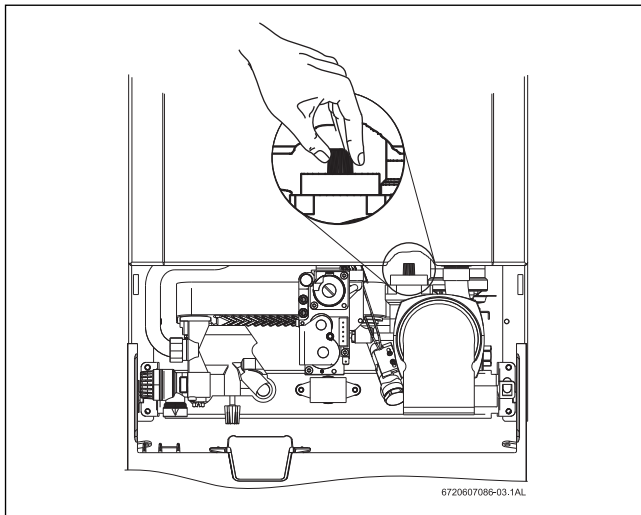

Fig. 11 Purgador automático
- Para evacuar el aire del aparato empleando el purgador automático que incorpora, abrir el tapón del mismo (ver Fig. 11 ).